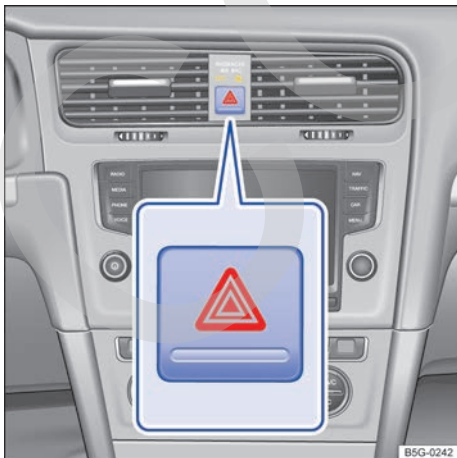

Fig. 196 En la parte superior de la consola central: pulsador de los intermitentes de emergencia.
2. Encienda los intermitentes de emergencia con el pulsador (▲) ⇒ fig. 196.